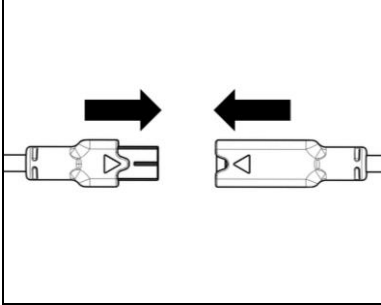

Fig. 5
- Acoplar el conector del micrófono (color azul) con el enchufe, siguiendo la dirección de las flechas (Fig. 5).